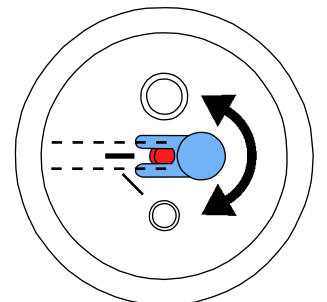

图 12
- 定量喷嘴必须用 25-70 μm 砂罐来调整（图12）！